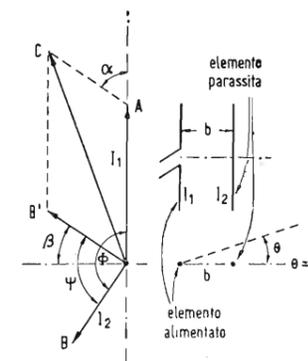

Fig. 14 - Diagramma vettoriale delle correnti in un'antenna costruita da un elemento alimentato ed un parassita.
Riprendiamo rapidamente il caso di un'antenna costituita da un elemento alimentato con un solo elemento parassita. Se (fig. 14) OA rappresenta la corrente I_1 nell'elemento alimentato, la corrente I_2 nell'elemento parassita è rappresentata dal vettore OB . L'angolo di fase ψ si può dedurre dalla (28). Il campo provocato da I_2 in una certa direzione e verso che formi un angolo θ con la direzione in avanti stabilita in figura avrà inoltre, rispetto all'analogo campo dovuto ad I_1 , uno sfasamento φ dovuto alla spaziatura fra
I contributi all'intensità di campo in avanti dei successivi elementi, cioè AB, BC, CD e DE sono quindi uguali e così pure gli angoli di fase fra loro, cioè $\alpha_1 = \alpha_2 = \alpha_3 = \alpha_4$. Si esamini ora il diagramma vettoriale e si osservi (vedi ancora fig. 14) che allorché si considera il campo in una direzione generica θ l'angolo ψ dovuto alla spaziatura b fra gli elementi risulta: